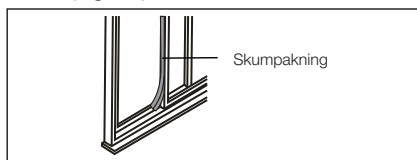

Fig. 21
6. Skjær skumpakningen til egnet lengde, og tett åpningen mellom glidekarmen og det ytre vinduet, slik som vist i Fig. 21.